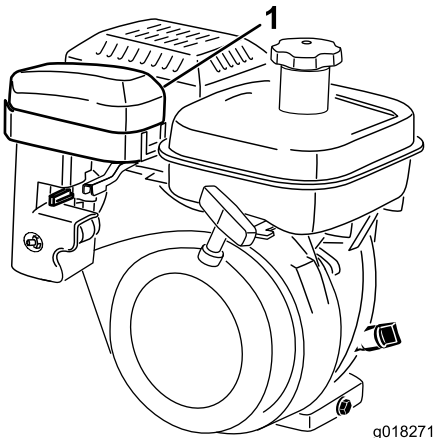
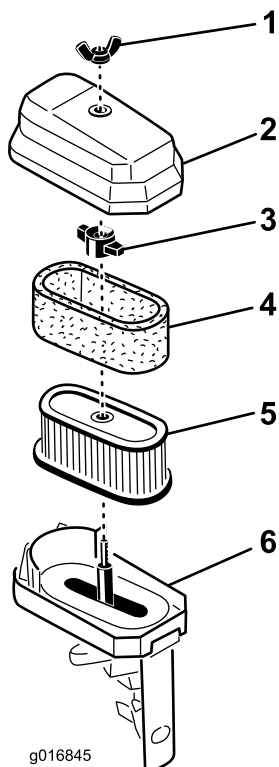

图33
图34
2. 拧掉将空气滤清器盖固定到空气滤清器上的蝶型螺帽，然后取下滤清器盖。彻底清洁滤清器盖（图33和图34）。
3. 如果泡沫滤芯变脏，请将其从纸质滤芯中取出(图34)。彻底清洁泡沫滤芯。